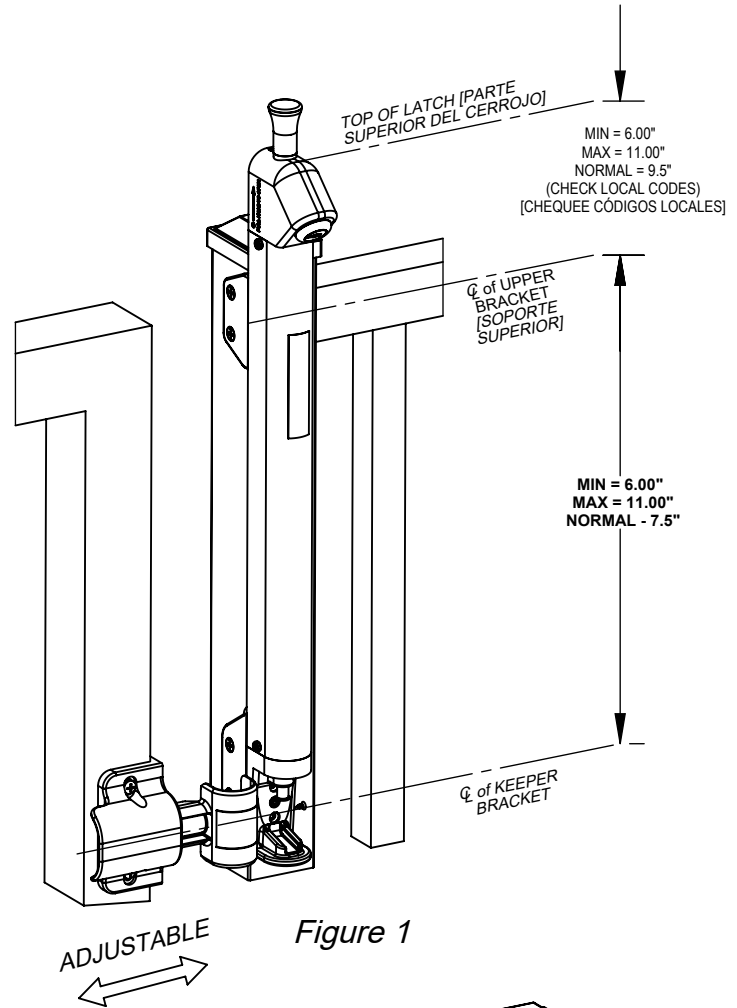

Figure 1
1. Align the rear groove in the Main Latch Body with the tab in the Upper Bracket and slide the Latch into position. Using a measuring device, locate the top of the Latch at the proper height (Figure 1). NOTE: Refer to all local building codes.
[Alinee la muesca trasera del cuerpo principal del cerrojo con la aleta del soporte superior y deslice el cerrojo hacia su posición. Con la ayuda de un elemento de medición, ubique la parte superior del cerrojo a la altura correcta (Figure 1). NOTA: Consulte todos los códigos de construcción locales.]